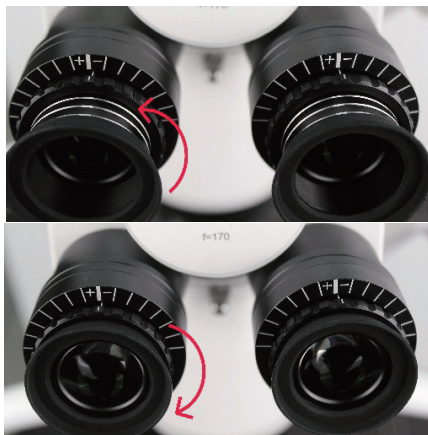

Рисунок 10
5.2.3 Відрегулюйте висоту шори відповідно до звичок користувача. Користувачам, які носять окуляри, рекомендується вкрутити всі шори в окуляр. Для користувачів, які не носять окулярів, рекомендовано відкрутити всі шори (як показано на рис. 10). Під час вкручування або викручування сила повинна бути плавною, а вкручування або викручування гвинта не повинне досягати граничного положення, щоб уникнути заклинювання шор через надмірну силу вкручування або викручування гвинта з отвору.